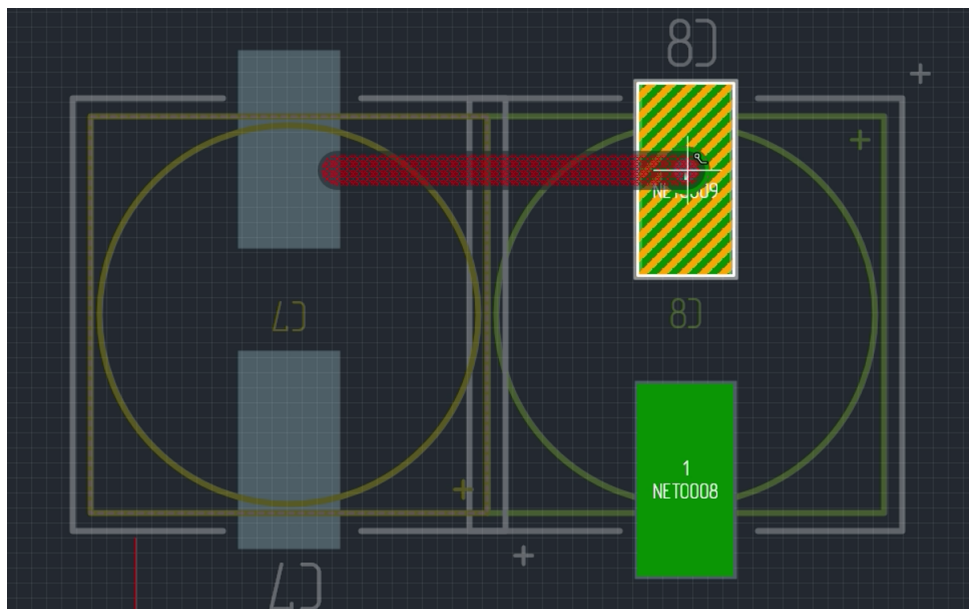

Рис. 184 Размещение ПО на КП в режиме трассировки
- Соединение двух КП. В режиме размещения трека иницилируем размещение с начальной КП, расположенной, например, на слое SIGNAL_TOP и переходим на слой SIGNAL_BOTTOM. В этот момент на конце трека возникнет переходное отверстие. Можно завершить трек, установив ПО непосредственно на финальной КП, см. Рис. 184.